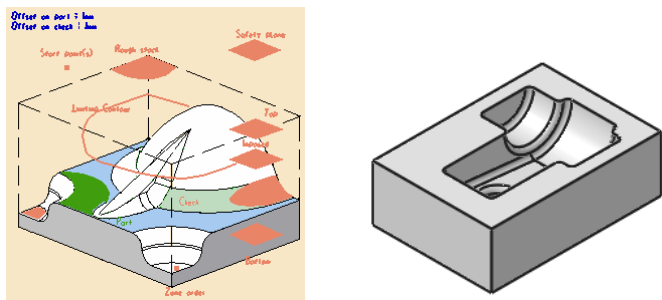

图 3-103 定义加工区域（6）
- 定义加工区域（6）。单击“Roughing.1”对话框中的，切换到几何参数选项卡，单击对话框中的目标零件感应区，选择整个目标加工零件作为加工对象，如图 3-103 所示，在空白处双击鼠标左键返回。